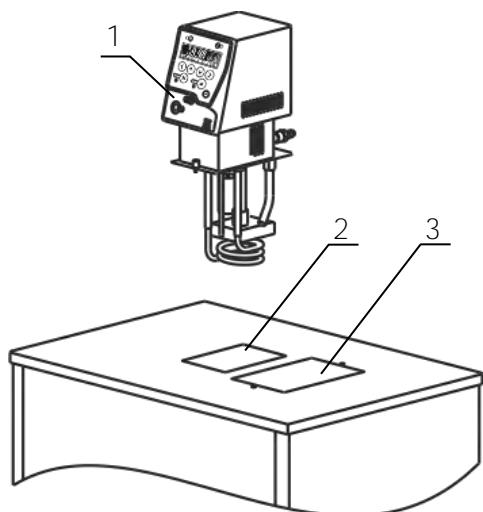
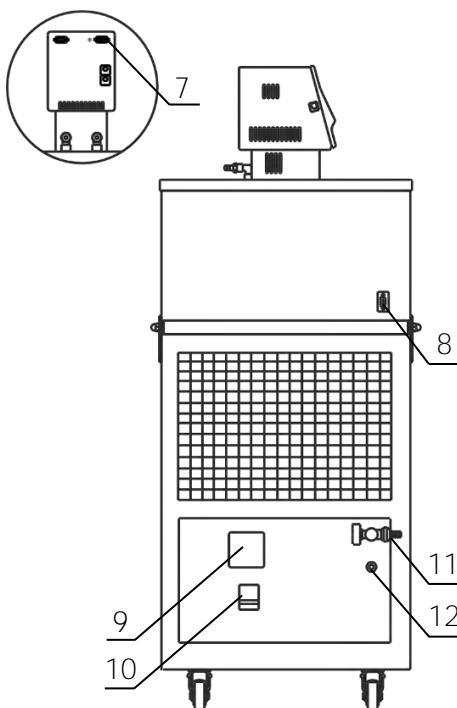

Рисунок 2 — Установка блока регулирования
Рисунок 4 — Боковая панель термостата
2.2.3 Погрузить блок регулирования температуры 1 в отверстие 2 (рисунок 2) и закрепить его винтовыми фиксаторами на крышке термостата.
2.2.4 К переливному штуцеру 12 (рисунок 4) присоединить гибкий шланг, второй конец которого опустить в емкость для сбора излишков теплоносителя объемом 1.5-2 литра.
2.2.5 Заполнить ванну термостата теплоносителем через отверстие над рабочей зоной 3 (рисунок 2) до момента начала слива теплоносителя из переливного штуцера 12 (рисунок 4). Температурный диапазон применения теплоносителя должен соответствовать значениям, указанным в 1.2.6.
2.2.7 Вставить вилку сетевого кабеля блока регулирования в розетку 9 (рисунок 4). Соединить кабелем из комплекта поставки блок регулирования (разъем 7) и холодильную машину (разъем 8). Сетевой кабель термостата подключить к питающей сети. Для этого в лабораторном помещении должна быть установлена электрическая розетка из комплекта поставки термостата.
2.2.8 Автоматический выключатель 10 (рисунок 4) перевести в положение «включено».
2.2.11 Для заполнения соединительных шлангов и устранения воздушных пробок при первом запуске термостата, необходимо включить блок регулирования в режиме прокачки. При работе циркуляционного насоса уровень теплоносителя во внутренней ванне понизится, что может привести к срабатыванию защиты от недостаточного уровня теплоносителя. Доливать теплоноситель следует до тех пор, пока он не начнет переливаться через штуцер 12 (рисунок 4).
2.3.3 При работе термостата на температурах, близких к нижней границе диапазона регулирования необходимо доливать теплоноситель до момента слива его из переливного штуцера 12 (рисунок 4) при охлаждении термостата на каждые 10 °C.
- на короткое время перевести автоматический выключатель 10 (рисунок 4) в положение «выключено»;
2.4.4 Перед повторным запуском холодильной машины после наступления аварийной ситуации необходимо отключить питание термостата, для этого перевести автоматический выключатель 10 (рисунок 4) в положение «выключено».
2.5.2 Надеть сливной шланг из комплекта поставки на кран 11 (рисунок 4) и закрепить его хомутом. Свободный конец шланга опустить в емкость для сбора теплоносителя объемом, превышающим объем термостата.